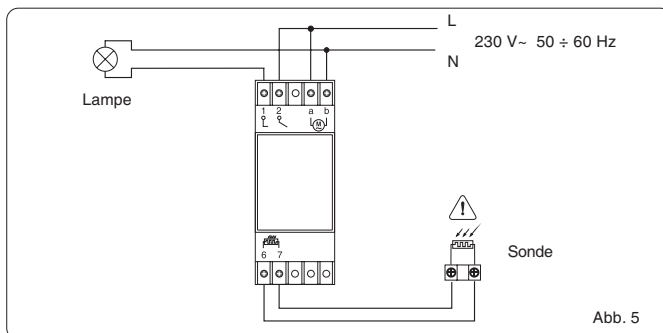

Abb. 5
- Schließen Sie die Last an, wie in Fig. 5 dargestellt:
- Nulleiter (N) direkt an die Lampe
- Führen Sie das Kabel in die Kabeldurchführung ein und verbinden Sie die Kabelenden mit den Klemmen (Abb. 5).